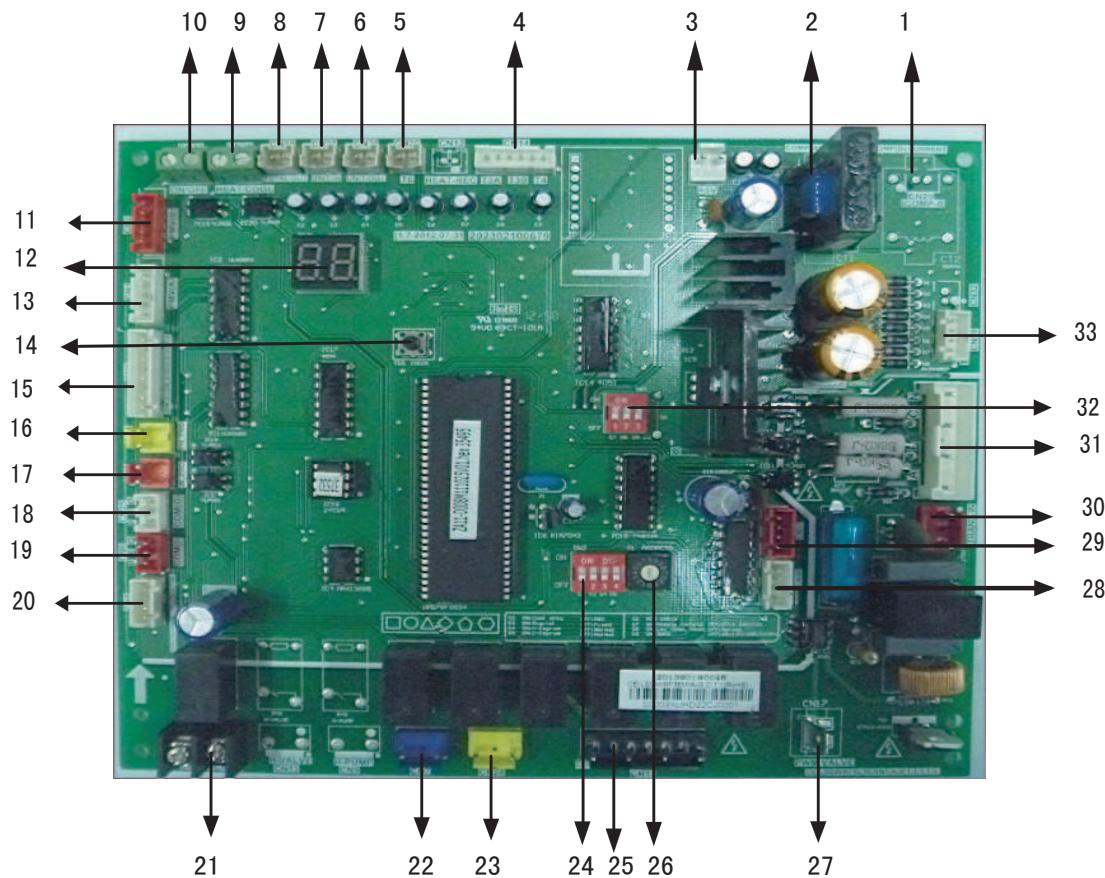

Рис.5-5
5.5.2 Иллюстративная схема управления главного щита управления (см. рис. 5-5)
5.8 Подробное описание деталей, представленных на рис. 5-5